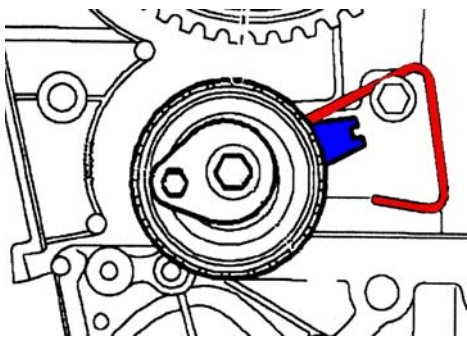

Abb.3
- Bauen Sie den Spanner aus **Abb. 1** ein und achten Sie darauf, dass der runde elastische Draht der Feder den Bolzen oben umfasst und dass die Spannplatte mit dem sechseckigen Loch sich auf einer 9-Uhr-Stellung befindet (**Abb. 3**).